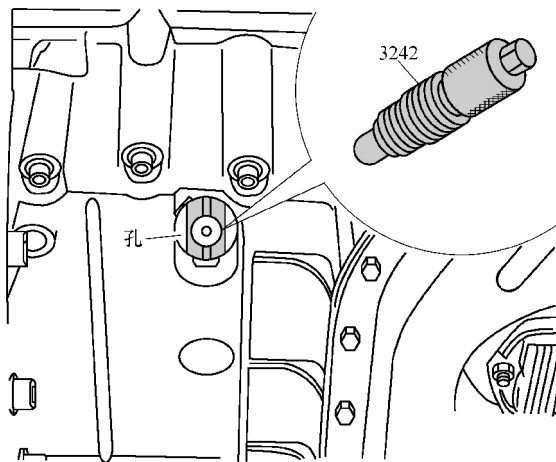

图 1-3-67 将固定螺栓 3242 拧入孔里
4) 如图 1-3-67 所示，用 $20\text{N} \cdot \text{m}$ 的力矩将固定螺栓 3242 拧入孔里，必要时稍微来回转动曲轴，以便完全对准螺栓。
11) 如图 1-3-67 所示, 以 $20\text{N} \cdot \text{m}$ 的力矩把固定螺栓 3242 拧入孔内。固定螺栓 3242 必须能卡入曲轴的固定孔里, 否则的话需重新调整。拆除两个气缸盖上的凸轮轴固定装置, 取下固定螺栓 3242。拧紧有上止点标记的螺旋塞。其他部件的安装以相反顺序进行。